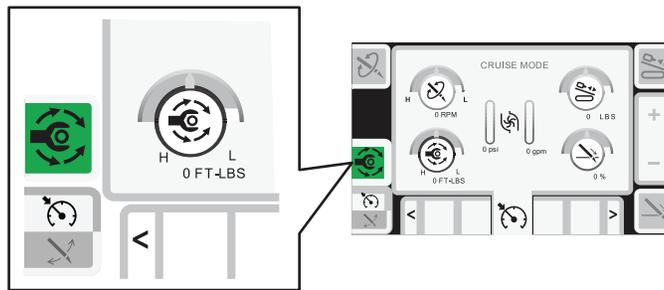

Bild 11
**Hinweis:** Das Symbol wird grün und ein grüner Kreis markiert die von Ihnen gewählte Option (Bild 11).